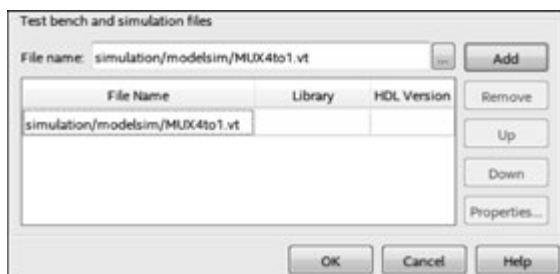

图 3-63 关联 testbench 文件(4)
(3) 添加 testbench 文件。单击 File name 文本框后的  按钮, 浏览“当前工程目录\simulation\modelsim”文件夹, 查找 testbench 文件(MUX4to1.vt), 选中并加入(单击 Add 按钮)File Name 栏中, 如图 3-63 所示。